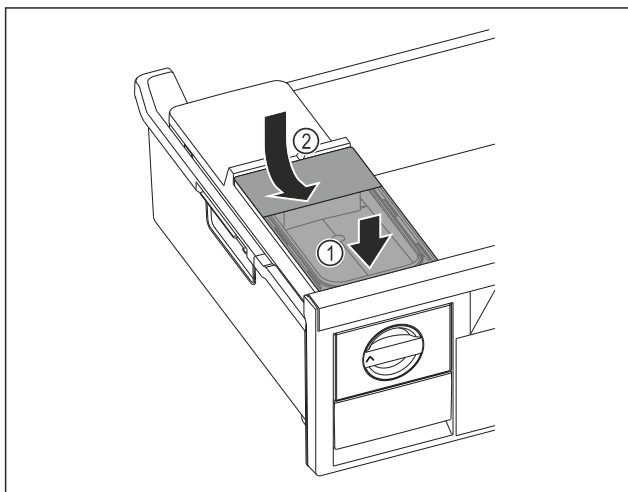

Fig. 151
- Pange veepaak eest kohale. Fig. 151 (1)
- Laske veepaak taga alla. Fig. 151 (2)